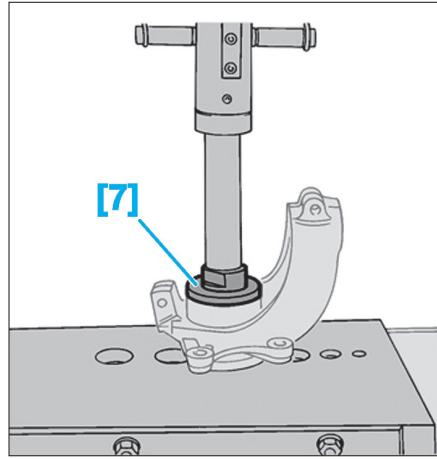

Fig. 38
- Mettre en place l'outil [7] (Fig.38).